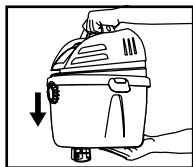

FIGURE 3
8. Installez l'aspirateur en alignant l'encoche de chaque côté du réservoir pour l'engager alors que l'aspirateur est inséré sur le support mural **FIGURE 3.**